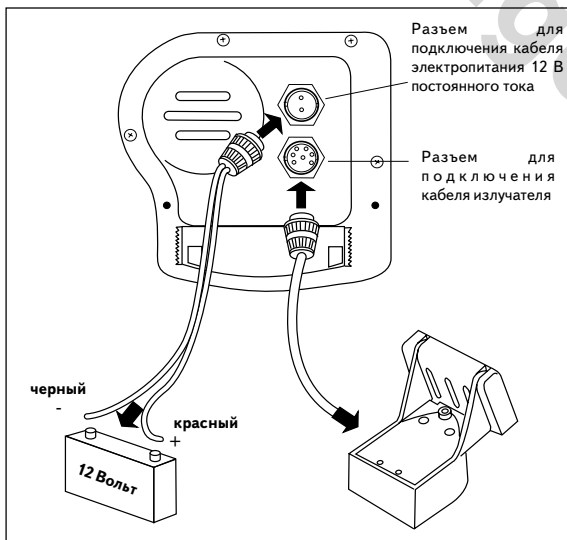

Рис.2-14
3. Очень важно соблюдать полярность, как это показано на рис.2-14. На аккумуляторе **красная** жила должна быть подключена к разъему “+”, **черная** жила кабеля - к разъему “-”. Отрицательный еще называют “земля”. (экранированный блок эхолота имеет встроенную защиту на случай ошибочного подключения неверной полярности).